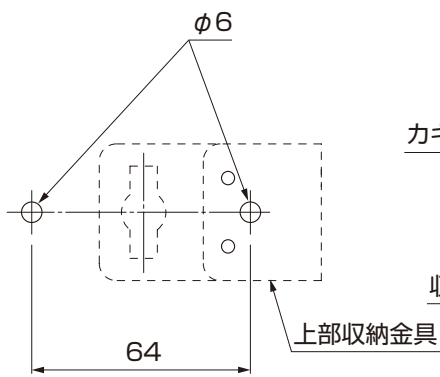
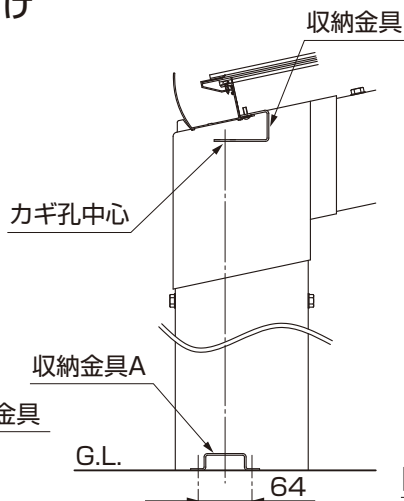

図4-11
図4-12
- ①現場で、柱の基礎にφ6の孔をあけてください。(図4-11,図4-12参照)